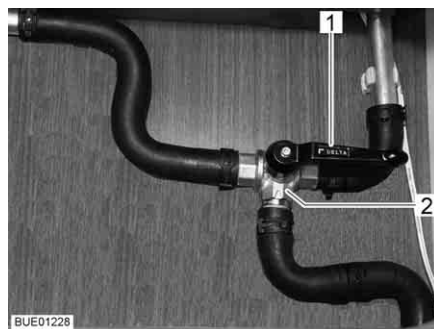

Fig. 136 Valvola a 3 vie
- Posizionare la leva (Fig. 136,1) della valvola a 3 vie (Fig. 136,2) parallela alla direzione di flusso diretta (Fig. 136).
- Posizionare la leva (Fig. 136,1) della valvola a 3 vie (Fig. 136,2) trasversale alla direzione di flusso diritta.